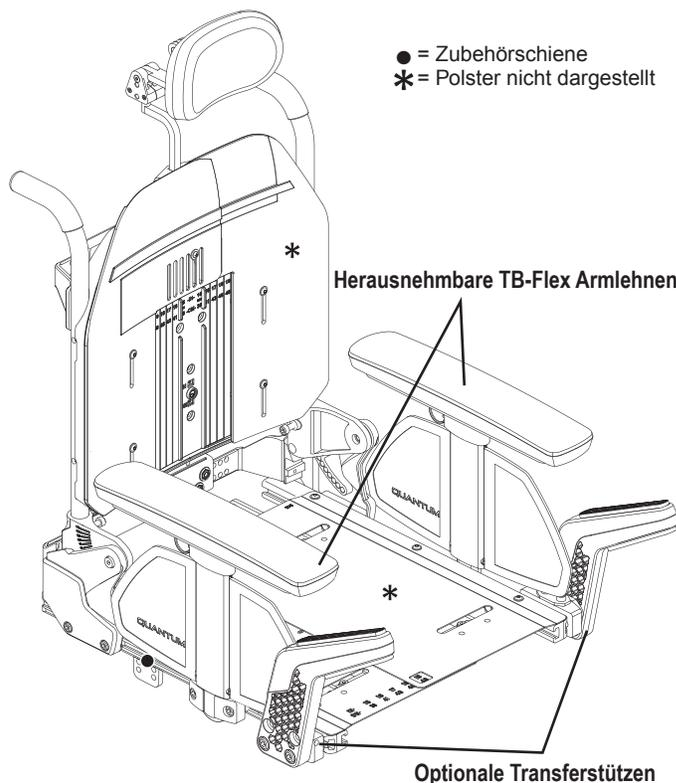

Abbildung 1. TB-Flex Sitz-Komponenten
**Abbildung 1** liefert Ihnen Informationen zu den Komponenten des TB-Flex Sitz. Die TB-Flex Rückenlehne wird in „Höhen- und Breitenanpassung der TB-Flex Rückenlehne“ beschrieben (**Abbildung 13**). Nutzen Sie dieses Diagramm, um sich einen Überblick über die Funktion und die Position einer jeden Komponente zu verschaffen, bevor Sie das TB-Flex Sitz verwenden.